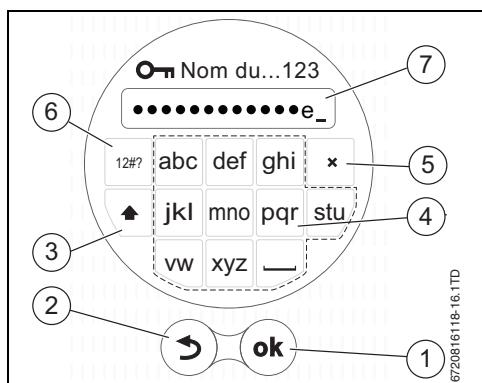

Fig. 10 Saisie du mot de passe du réseau Wi-Fi
- Saisir le mot de passe du réseau Wi-Fi (→ fig. 10).